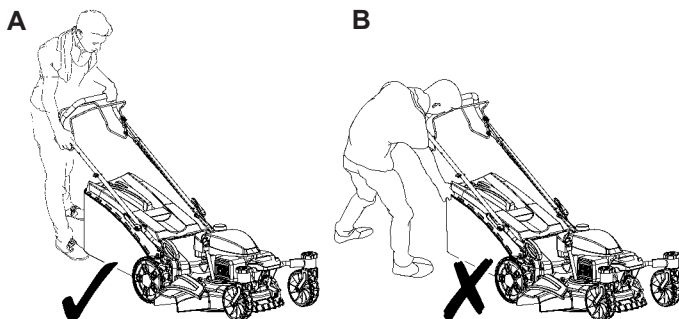

Рис. 24
ПРЕДУПРЕЖДЕНИЕ! Исходное положение должно соответствовать описанию в руководстве по эксплуатации. На рис. 24 А показано заданное исходное положение. Оператор должен запускать двигатель, находясь позади верхней ручки косилки (2). Нельзя запускать двигатель, стоя сбоку от косилки, как показано на рис. 24 В.